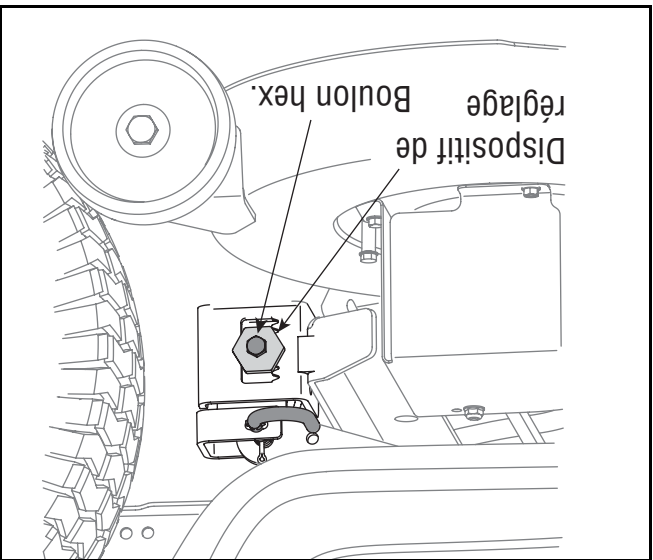

Figure 15
3. Desserrez, **sans** la retirer, la vis à chapeau à six pans sur le crochet de support gauche du plateau de coupe. Voir la Figure 15.
4. Équilibrez le plateau de coupe en utilisant une clé pour tourner le dispositif de réglage (trouvée immédiatement derrière la vis desserrer précédemment) dans le sens d'aiguilles d'une montre / haut ou en sens inverse des aiguilles d'une montre / bas. Voir la Figure 15.